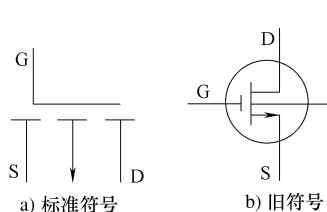

图 5-81 增强型 P 沟道绝缘栅场效应晶体管电路符号
4. 增强型 P 沟道绝缘栅场效应晶体管电路符号 (见图 5-81)